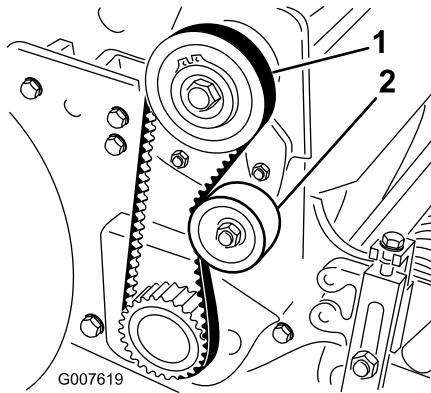

图42
2. 使用 1822N 的作用力按压皮带轮 图42 中间部位的皮带检查皮带的张紧力。皮带应下压 6mm。
- A. 松开怠轮皮带轮安装螺母并紧贴着皮带背面顺时针旋转怠轮皮带轮直至达到所需的皮带张紧力 图42。